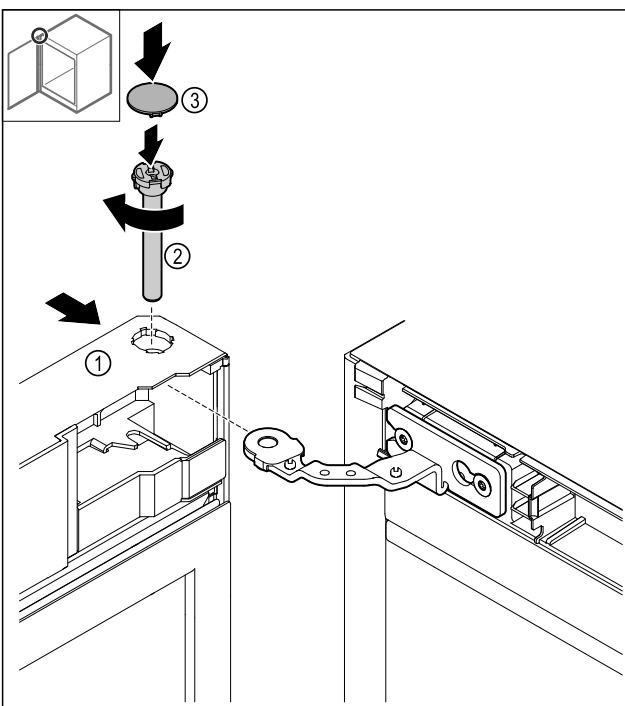

Fig. 43
- ▶ Deur Fig. 43 (1) boven op het scharnier schuiven.
- ▶ Bouten Fig. 43 (2) plaatsen en rechtsom vastdraaien.
- ▶ Afdekking Fig. 43 (4) plaatsen.